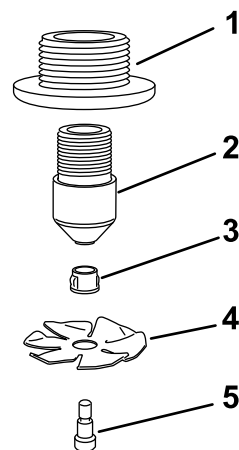

Figura 14
1. Monte las boquillas según se muestra en (Figura 14).